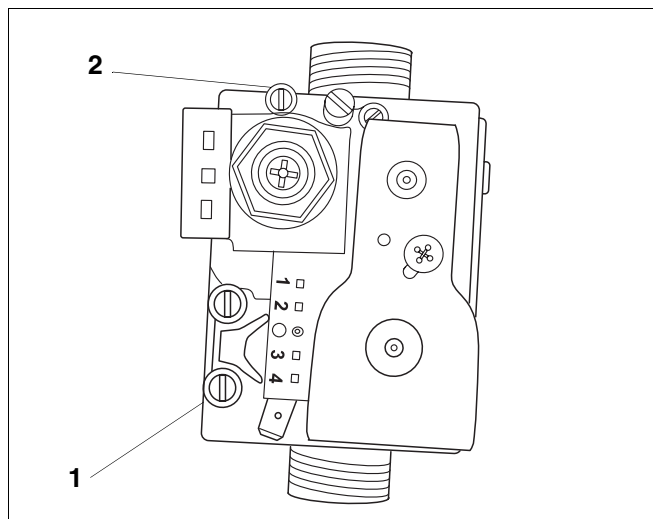

Fig. 22 Armătură de gaz SIT
- Se deschide șurubul de închidere a niplului de măsurare a presiunii de racordare și de aerisire de la supapa de gaz tip combi și se racordează manometrul (fig. 22, poz. 1).
Legendă la fig. 22:
- Se racordează manometrul la niplul de măsurare a supapei de gaz tip combi (fig. 22, poz. 2) și la niplul de măsurare pentru măsurarea presiunii duzelor (fig. 22, poz. 1).